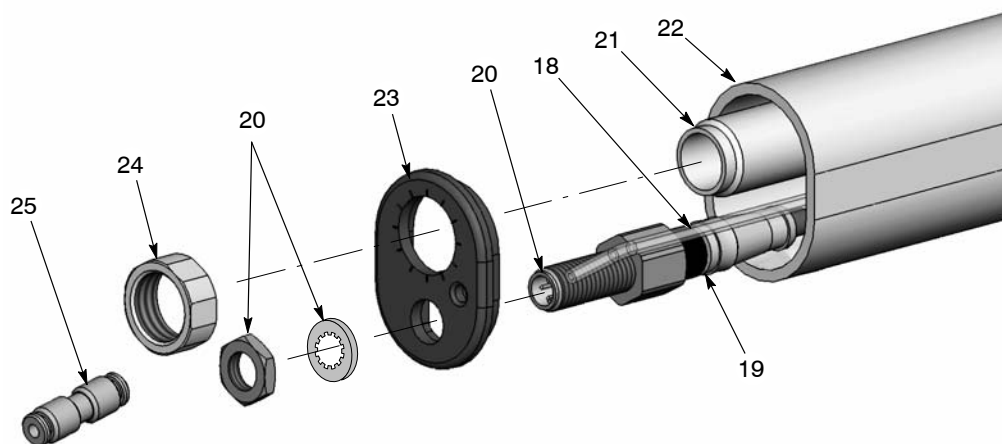

Рис. 7-8 Распылитель для монтажа на трубке, разборка, 1 из 5
2. См. рис. 7-8. Отсоединить муфту (25) от бесцветной 4-мм воздушной трубки (18).
3. Отсоединить кабель распылителя (не показан) от гнезда кабеля (20).
4. Отвернуть гайку стяжной трубки (24) от стяжной трубки (21).
5. Отвернуть гайку и снять стопорную шайбу с гнезда кабеля (20). Сохранить гайку и стопорную шайбу для использования.
6. Снять торцевую крышку (23) на конце распылителя.